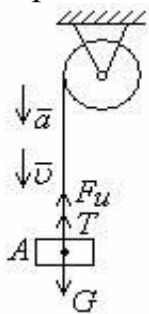

Рис.1
2. Груз массой 200 кг (рис.1) опускается равноускоренно с помощью невесомого троса, перекинутого через блок, и в первые 5с проходит 10м. Определить силу натяжения троса.